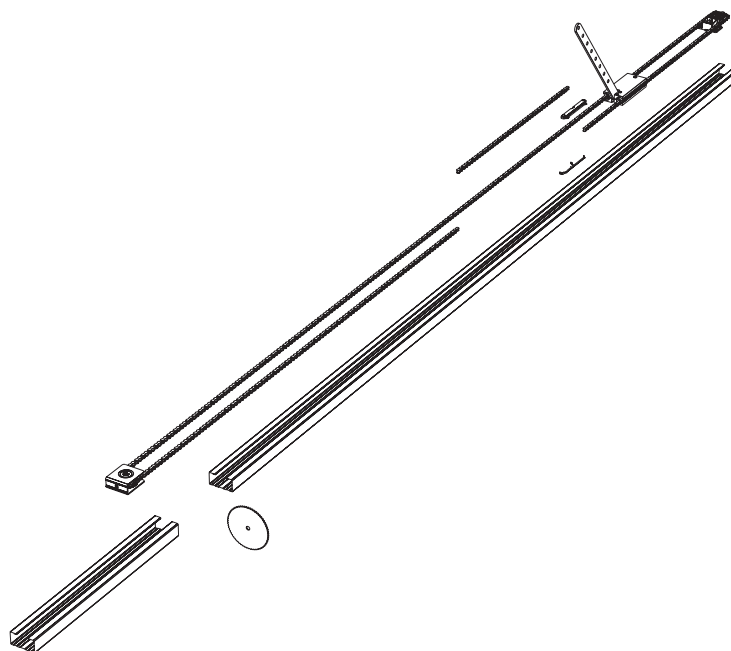

Рис. 5
6. Выполните подрезку направляющей и укоротите цепь до необходимых размеров (рис. 5).